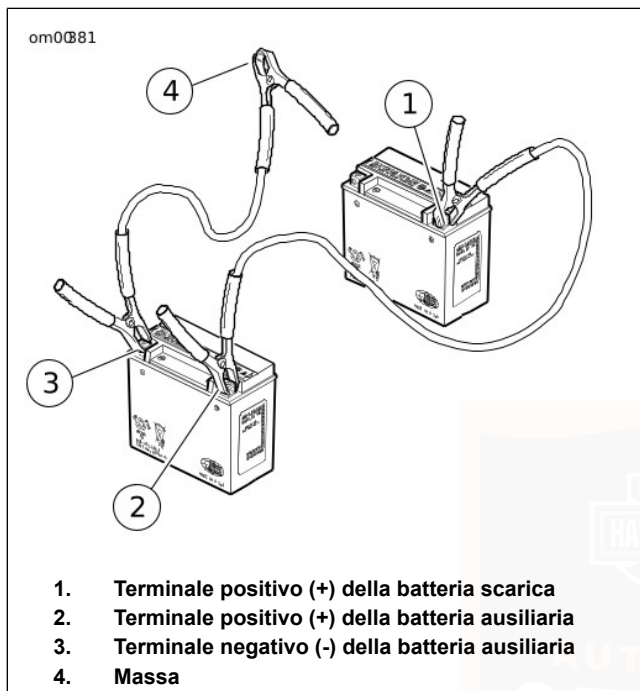

Figura 56. Collegamenti per l'avviamento con cavi ponte
1. Vedere Figura 56. Collegare un'estremità del cavo ponte al terminale positivo (+) (1) della batteria SCARICA.
2. Collegare l'altra estremità dello stesso cavo al terminale positivo (+) (2) della batteria AUSILIARIA.